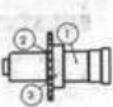

图 6-100 零件序号
(1) 零件序号。插入如图 6-100 所示的零件序号的操作步骤如下：